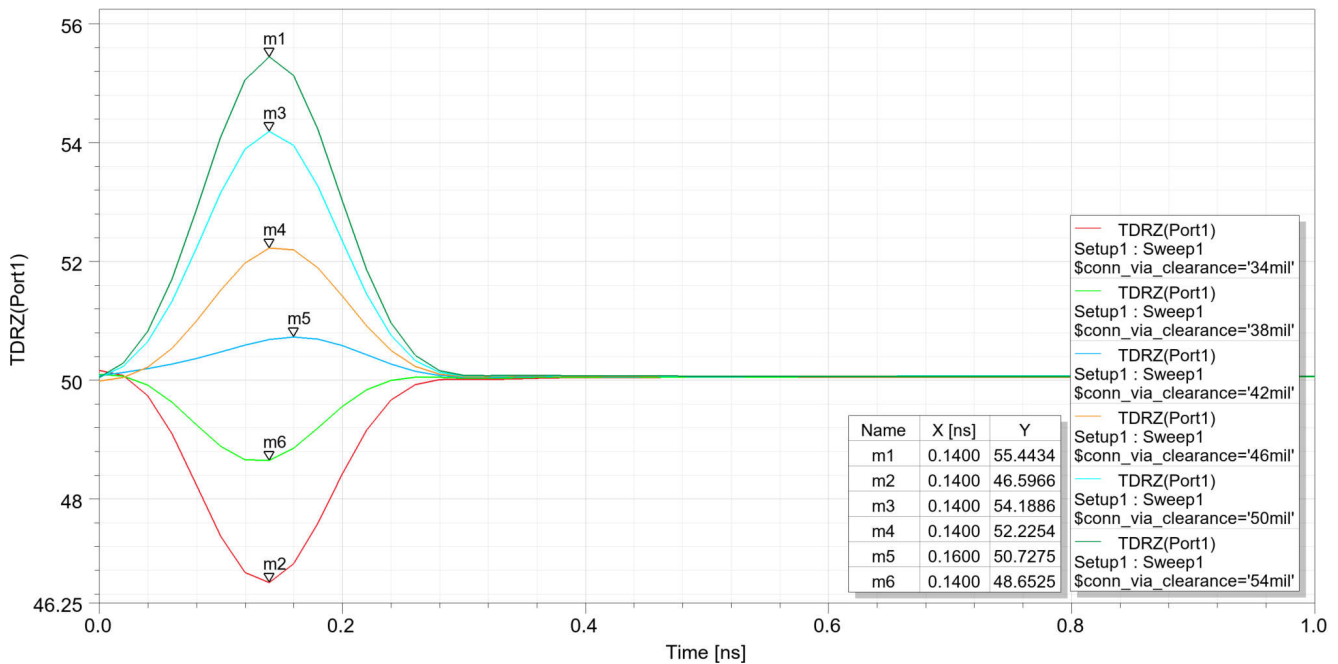

図 3-7. 異なるコネクタ ビア アンチパッド サイズにおける TDR インピーダンス
- 図 3-7: コネクタ ビアのアンチパッド サイズが異なる場合の反射損失 (S11) シミュレーションの結果
- 図 3-7: 異なるコネクタ ビア アンチパッド サイズにおける TDR インピーダンスのシミュレーション結果